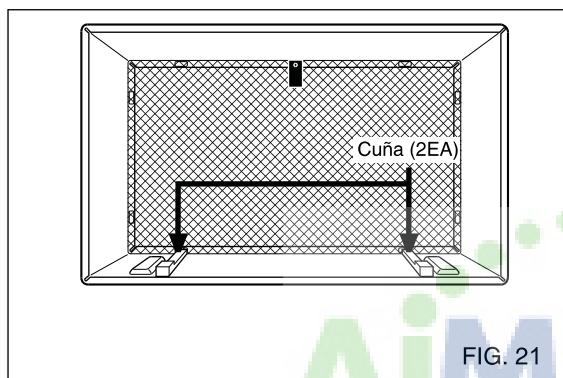

FIG. 21
- 7** Para alcanzar la pendiente adecuada para el drenaje de la unidad, retire la parte posterior de las bandas de cuña de 11-13/16" y acóplelas según se muestra a continuación en la fig. 21. Coloque la parte más alta de la cuña en la parte frontal del pilar en la base del gabinete de pared.